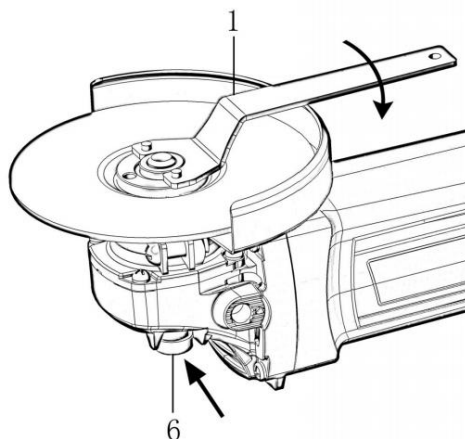

Fig 4
2. Para apretar la brida exterior, presione el bloqueo del eje. firmemente para que el husillo no se pueda quitar, luego use la llave de tuerca de seguridad y apriete firmemente en el sentido de las agujas del reloj. (Fig. 4)